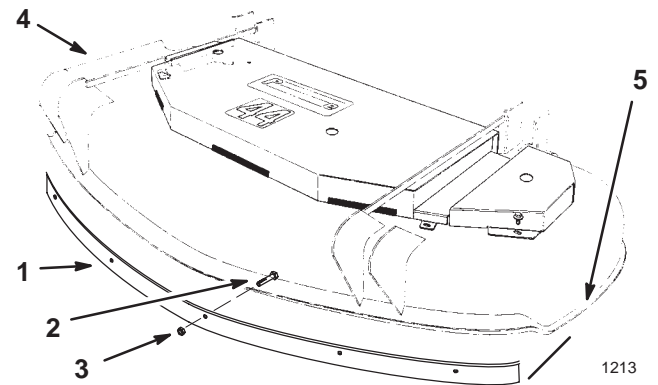

Bild 4
2. Positionieren Sie die linke Seite des Ablenkers im Inneren des Schneidwerks auf gleichem Niveau wie die linke Kante des Schneidwerks (Bild 4).
5. Befestigen Sie den vorderen Ablenker mit 5 Schrauben (5/16 x 3/4") und 5 Sicherungsmuttern (5/16") am Schneidwerk (Bild 4).
Hinweis: Stellen Sie sicher, dass sich der Schraubenkopf an der Innenseite des Schneidwerks befindet. Siehe Bild 4.